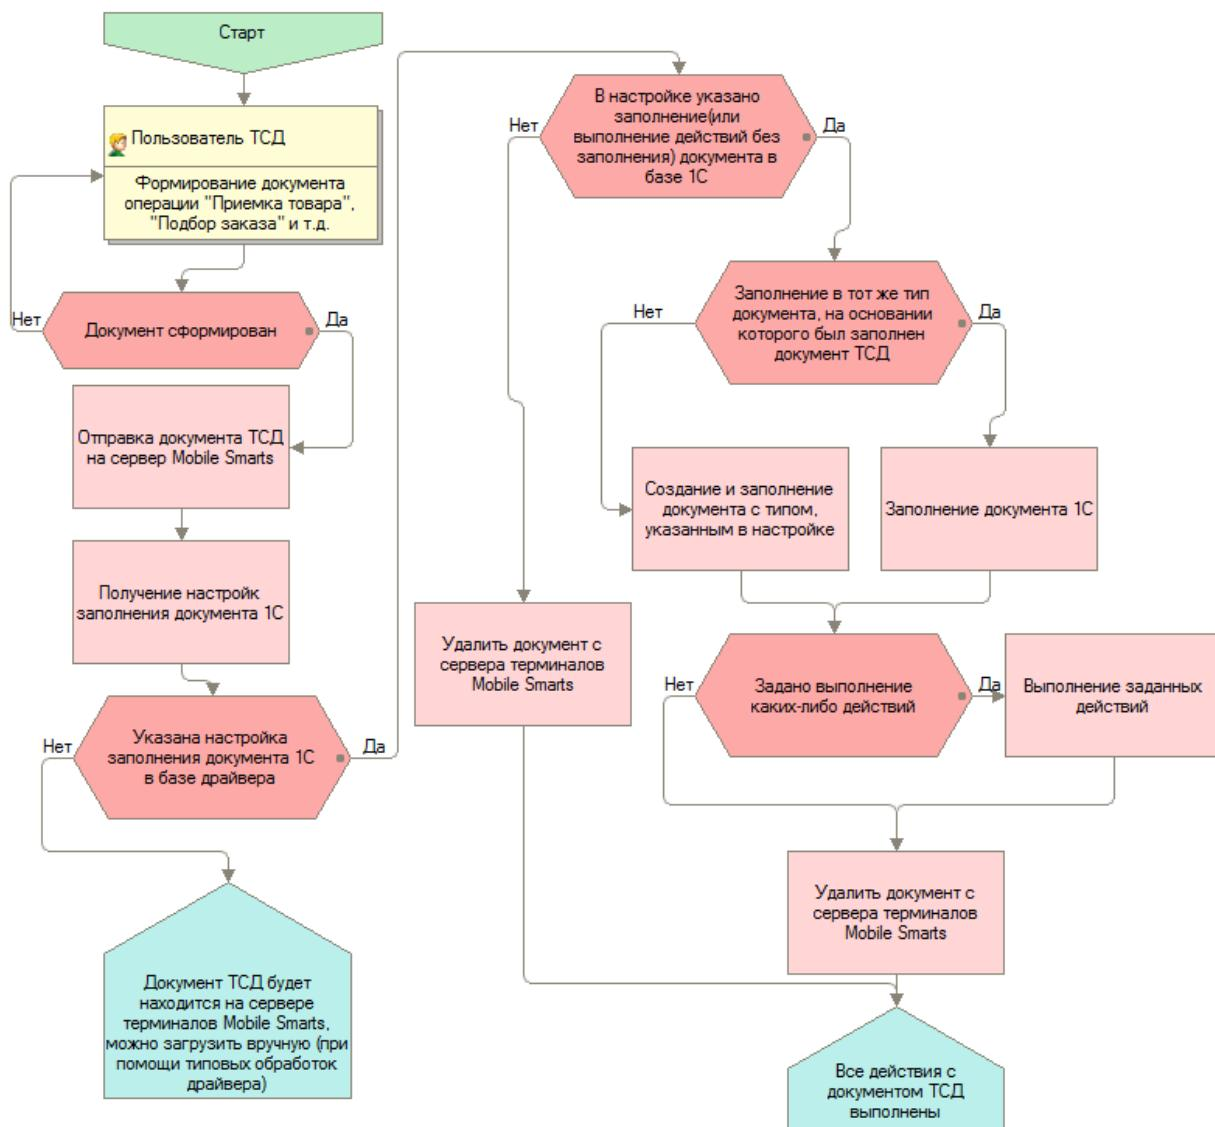

Рис.3.1. Схема работы при заполнении документа в 1С
Модуль позволяет настраивать заполнение документа в 1С, выполнять какие-либо действия после заполнения документа 1С или просто выполнять какие-либо действия без заполнения документа в 1С. Действия, указанные в настройке, выполняются после завершения документа на ТСД (рис.3.1).
**⚠️ Действия по заполнению выполняются последовательно - в том порядке, в каком указаны в настройках.** Например, на рис.3.1, сначала последовательно (сверху вниз) выполняется заполнение шапки документа 1С. Далее выполняется заполнение табличной части документа 1С(сверху вниз): заполняются колонки «Номенклатура», «ХарактеристикаНоменклатуры», «СерияНоменклатуры», «Количество», «ЕдиницаИзмерения», «Коэффициент» и т.д. Далее выполняется последовательно (сверху вниз) привольный код из таблицы «Выполнить дополнительно (после загрузки)».